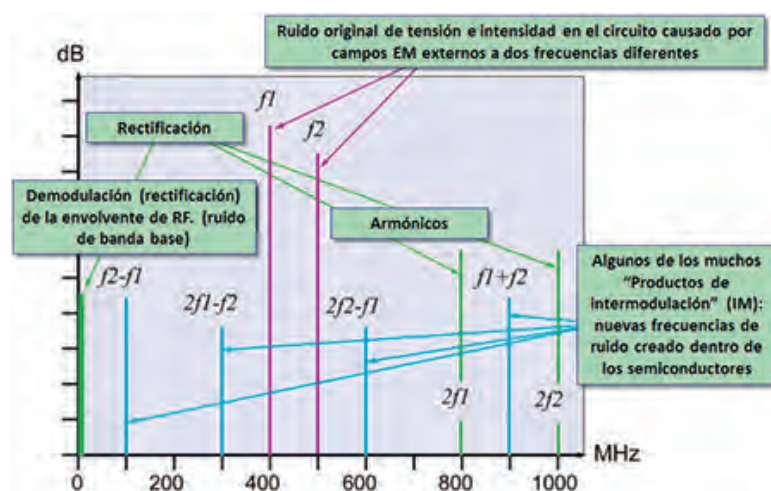

Figura 8: Ejemplo de demodulación e intermodulación (IM)
Las perturbaciones simultáneas con diferentes frecuencias pueden causar EMI a través de la intermodulación (IM) que, como la demodulación, se produce de forma natural en los dispositivos no lineales como los semiconductores de los CI, (diodos y transistores). La figura 8 muestra un sencillo ejemplo de dos campos de RF a diferentes frecuencias, que pueden causar EMI debido a la interferencia directa de cada frecuencia de forma independiente, la demodulación de las envolventes de amplitud de una u otra frecuencia, o de ambas frecuencias a la vez y por la intermodulación, por la que se crean nuevas frecuencias. Imaginemos que realizamos las pruebas normales de inmunidad radiada en el rango de frecuencias de 150 kHz a 6 GHz, y descubrimos que nuestro producto es muy susceptible entre 20 MHz y 200 MHz. Para evitarlo agregamos o modificamos el blindaje y el filtrado para que sean más efectivos en el rango de frecuencias susceptibles y con estas mejoras el equipo pasa la prueba. Podemos felicitarnos por el buen resultado y procedemos a realizar la siguiente prueba. No nos molestamos en mejorar la mitigación de problemas de inmunidad en el rango de 200MHz a 6GHz, porque no es necesario para pasar la prueba.